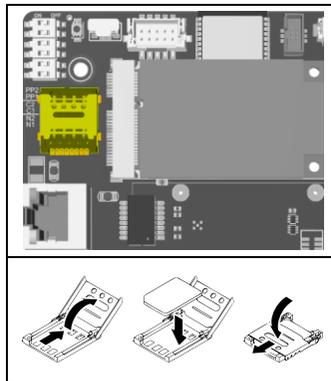

Fig. 5-3 Insertion de la carte SIM
4. Insérez la carte micro-SIM avec la puce orientée vers le bas (voir **fig. 5-3**).